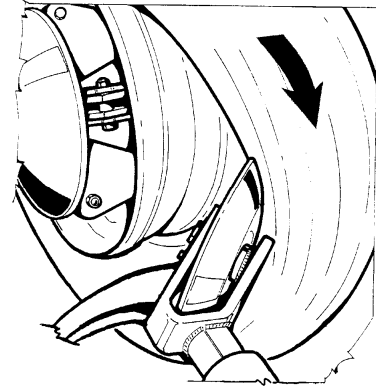

Fig.32
5. Démonter le talon intérieur à l'aide du disque détalonneur, suivant la description du #5.2.7 (Fig.32).